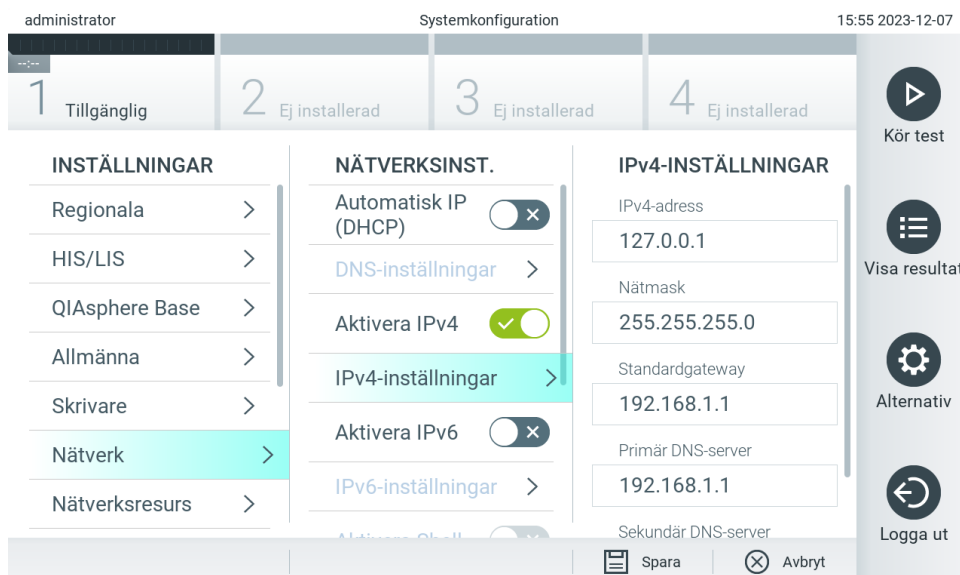

Bild 67. Konfigurera nätverksinställningarna.
2. Välj **Network** (Nätverk) från listan **Settings** (Inställningar) i den vänstra kolumnen (bild 67).